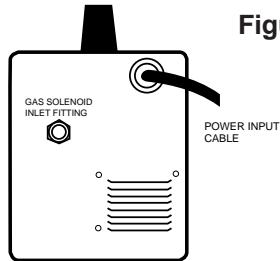

Figure A.5
4. Se reporter à la figure A.5. Raccorder une extrémité du tuyau de gaz d'entrée au raccord de sortie du détendeur et bien serrer l'écrou-raccord avec une clé. Raccorder l'autre extrémité du raccord d'entrée de l'électrovanne de gaz de la WELD-PAK 3200HD (filetage femelle 5/8-18 pour le raccord 032 CGA). S'assurer que le tuyau de gaz n'est pas tortillé ou tordu.
Refer to Figure A.5.